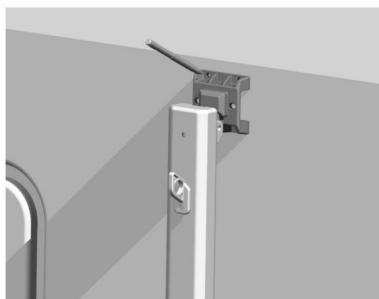
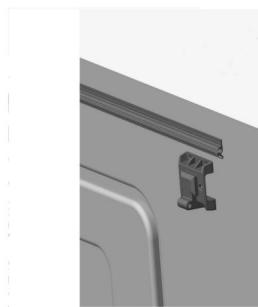

Figuur C4
Figuur C5
3.1 Haal de stoffen rail eruit en bevestig deze aan de buitenkant van de carrosserie met schroeven B (Figuur C4). De stoffen rail moet horizontaal worden geïnstalleerd en anders moet deze worden genivelleerd (het kussenblok moet worden meegeleverd) (Figuur C5). Als de carrosserie vooraf is geïnstalleerd met een stoffen invoegkleuf, kan deze stap worden overgeslagen en kan de stof Er hoeft geen spoor gebruikt te worden.